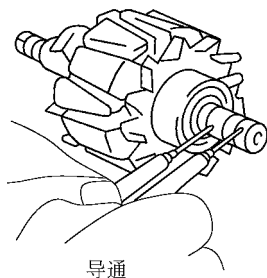

图 7-16 用欧姆表检查集电环之间是否导通
1) 检查转子是否开路。使用欧姆表检查集电环之间是否导通，如图 7-16 所示。